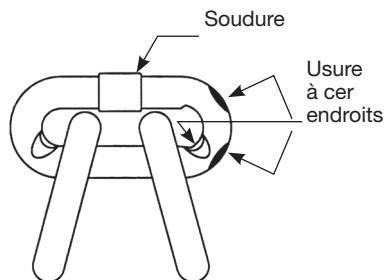

Figure 6 - Inspection de la chaîne
- La chaîne pour détecter une elongation ou une usure excessive (Voir les Figures 6 et 7 à page 6).